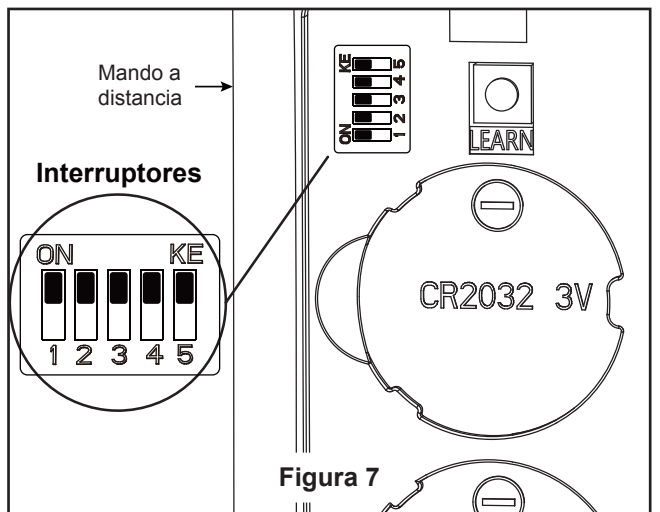

Figura 7
- 7.** Asegure el vidrio en la la unidad del carcasa de interruptor girándolo en el sentido de las agujas del reloj. Gire el vidrio gradualmente **hasta que encaje en la ensamble de la placa de iluminación.** Sin apretar demasiado. (Figura 7)
9. Para configurar el código del mando a distancia a las mismas posiciones que en el receptor. Mueva los interruptores de código hasta colocar el código de selección en la posición arriba o abajo. Con un destornillador pequeño o con una lapicera (no se incluye) deslice firmemente hacia arriba o hacia abajo. (Figura 7)
7. Seleccione su router WiFi e introduzca la contraseña WiFi para conectarse a su receptor WiFi fanSync. Tardará 1 - 2 minutos en conectarse. Una vez que su receptor WiFi se haya conectado, ahora puede nombrar su ventilador de techo en la App y personalizar sus ajustes. (Figura 7)